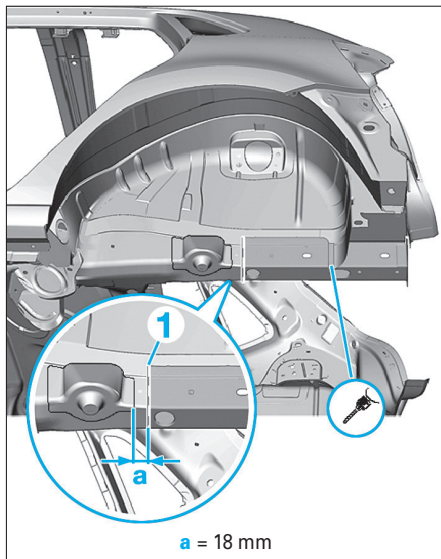
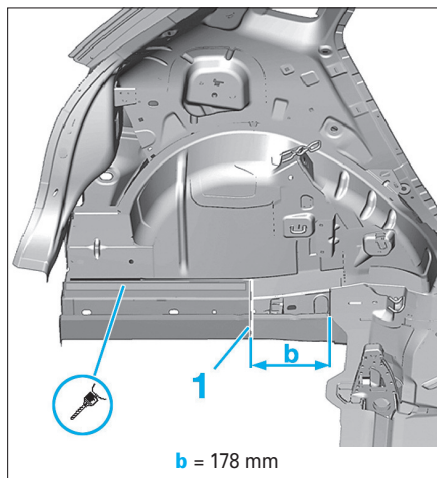

FIG. 128
FIG. 129
- Couper selon la ligne de coupe (1) et en respectant les cotes (a) et (b), puis, dépointer (Fig.128) et (Fig.129).